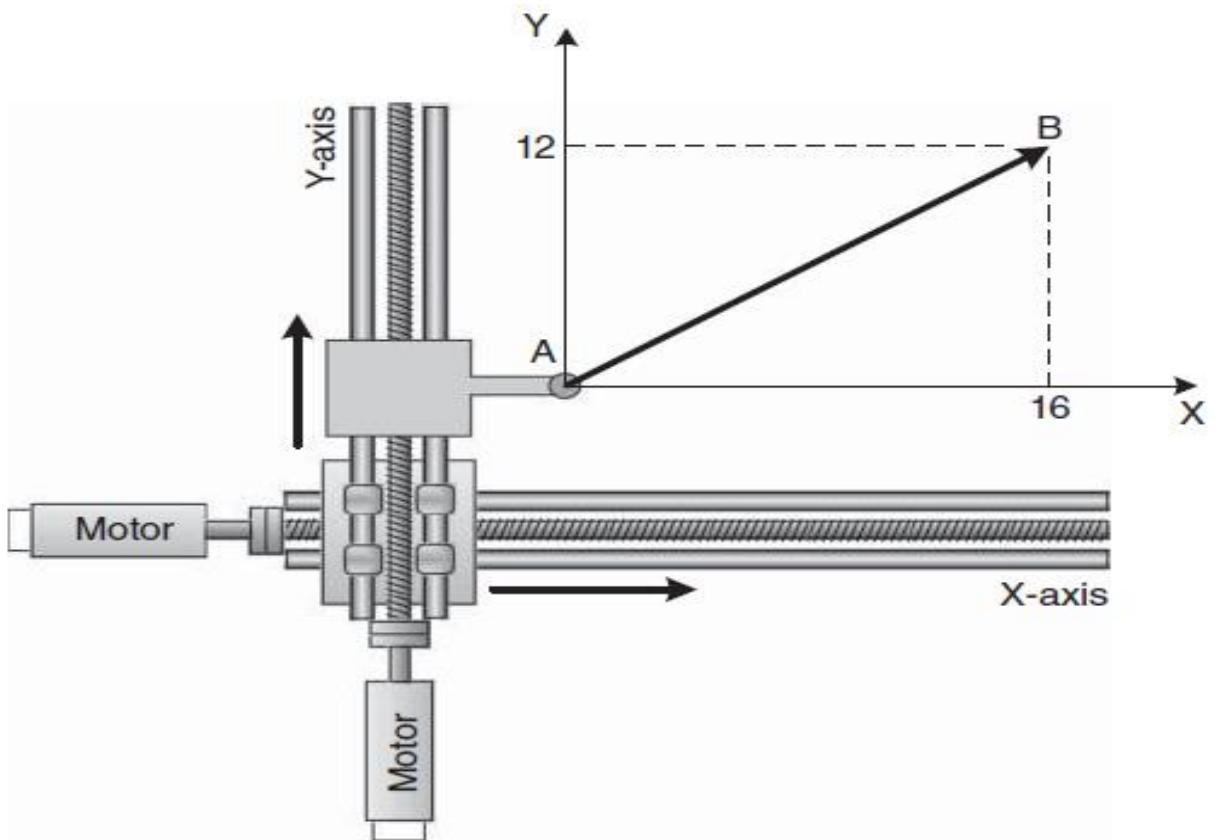

Figure 4
Considérant la machine illustrée à la figure 4.
6. Dans un schéma de commande vectorielle, la référence du flux rotorique est générée par un bloc de défluxage, comme indiqué à la figure 4.a.
- b. L'allure du flux de référence en fonction de la vitesse est indiquée à la figure 4.b. Déduire l'expression de  $\phi_{ref}$  en fonction de  $\Omega_{ref}$